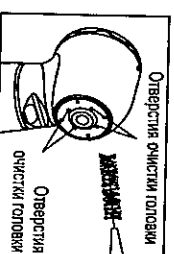

Рис. 4
- 1) Удалите грязь и прочие инородные частицы с поверхности наконечника (Рис.4)